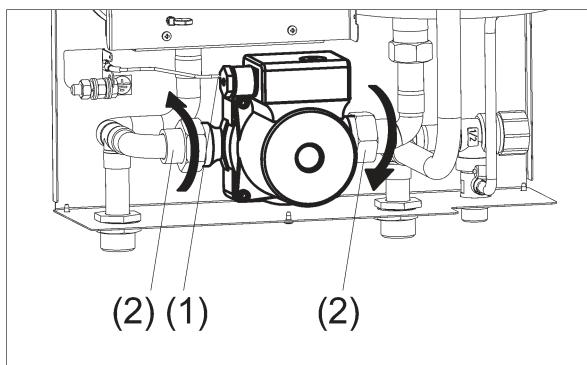

Рисунок 10. Замена циркуляционного насоса
- (1) Отсоедините провода, идущие от клеммника насоса.**
- (2) Отверните резьбовые соединения трубопроводов (см. рис. 10).**
- (3) Аккуратно извлеките насос.**
- (4) Установите новый насос используя новый комплект уплотнительных колец.**
- (5) Проверьте герметичность резьбовых соединений насоса.**
- (6) Подсоедините провода к клеммнику насоса соблюдая полярность.**